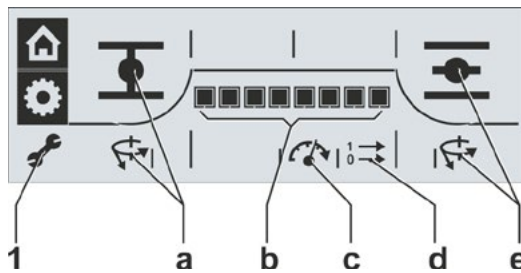

Fig. 4 : Visualisation des paramètres
4. Confirmer la sélection : appuyer sur le Drive Controller. Le symbole « Paramètres » (Fig. 4, Pos. 1) est activé et les paramètres avec leur réglage respectif s'affichent automatiquement l'un après l'autre, voir Figure 4 :